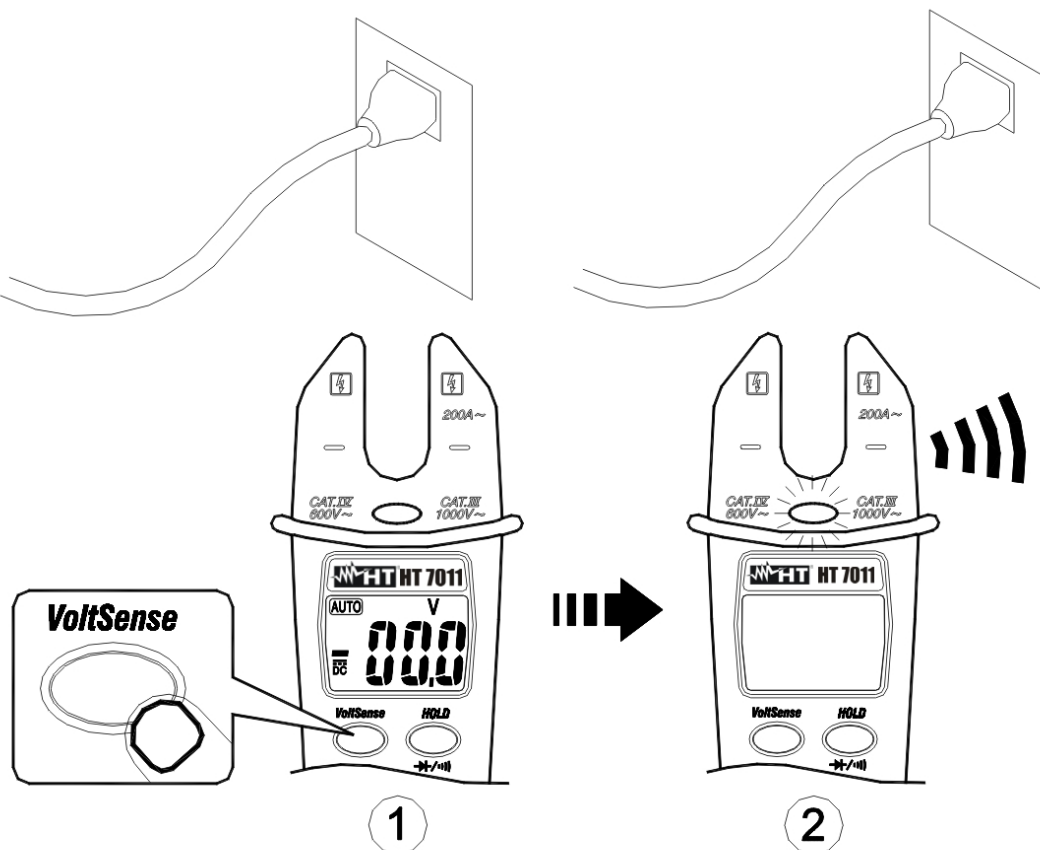

Abb.: 1: "VoltSense" Funktion
2. Drücken Sie die **VoltSense** Taste (Abb.: 1 –1). Das Display wird schwarz und die rote LED fängt an zu blinken. Ein Signalton ertönt kurz.